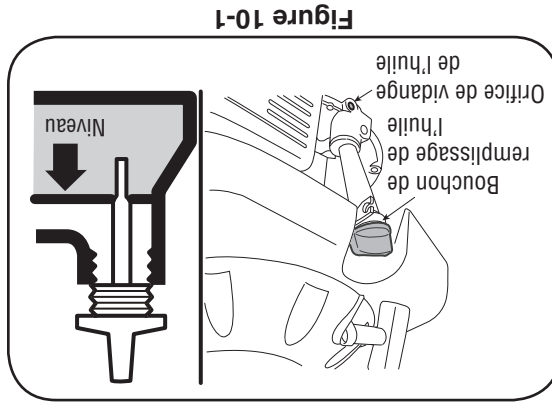

Figure 10-1
3. Faites le plein avec l'huile recommandée (voir le chapitre Utilisation) et vérifiez le niveau d'huile. Voir la Figure 10-1.
1. Enlevez le bouchon de vidange et laissez l'huile s'écouler dans un récipient approprié. Voir la Figure 10-1.